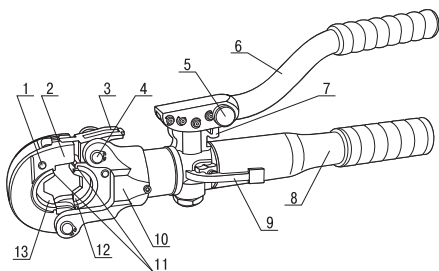

Рисунок 1
3.3 Нажмите на кнопку 4 (смотри рисунок 1) и установите полуформу 12 матрицы по направляющим 11 в головку 10 прессы (номер матрицы должен быть равен номеру наконечника).